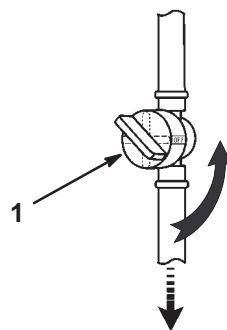

Bild 32
5. Schließen Sie den Kraftstoffhahn (Bild 32).